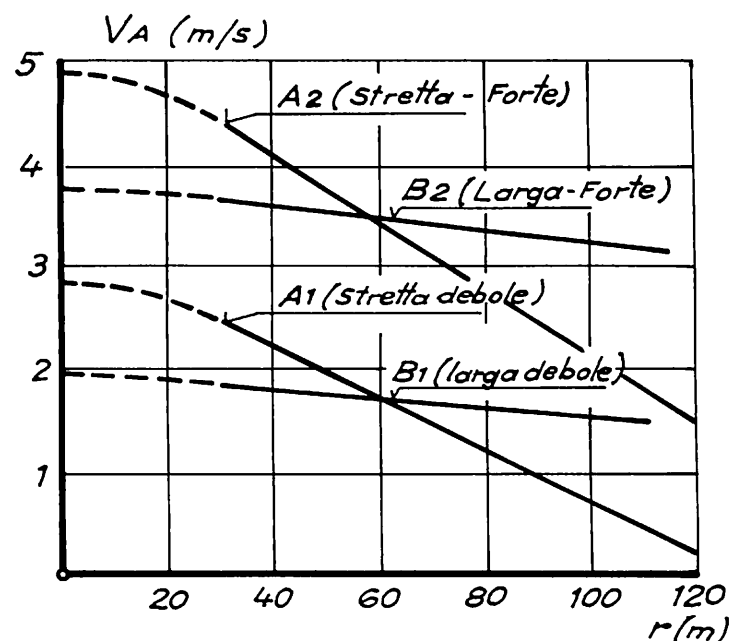
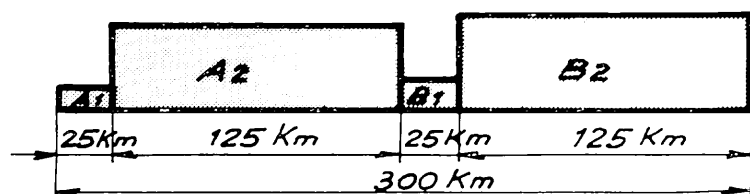

Figura 1: conformazione delle termiche standard secondo K.H. Horstmann (2).
Figura 2: modello meteo di un volo di distanza tipico secondo A. Quast (3) con determinate parti di diversi tipi di termica.
percorso calcolate, dipende in gran misura dalla qualità del tipo di termica preso in esame. Dei numerosi modelli di termica finora impiegati, quello ottenuto con numerose misurazioni e da valori tratti all'esperienza di K.H. Horstmann (2) dovrebbe corrispondere in modo particolare alle configurazioni reali. Esso è ripartito in 4 classi di termiche, che secondo la figura 1 si distinguono nella intensità e nel raggio. A ciascuna classe di termiche corrisponde una velocità sul percorso VR differente, indicando le diverse condizioni meteo per le quali è adatto un aliante. Dato che il normale volovelista deve decidersi per un determinato aliante, che userà in tutte le condizioni meteo, si cerca di esprimere le capacità di prestazione dell'aliante con un solo parametro. A questo scopo A. Quast (3) ha ricavato dalla ripartizione in quattro classi di termiche di Horstmann, un modello misto, molto vicino alla realtà, nel quale compaiono in certa misura tutte e 4 (figura 2).